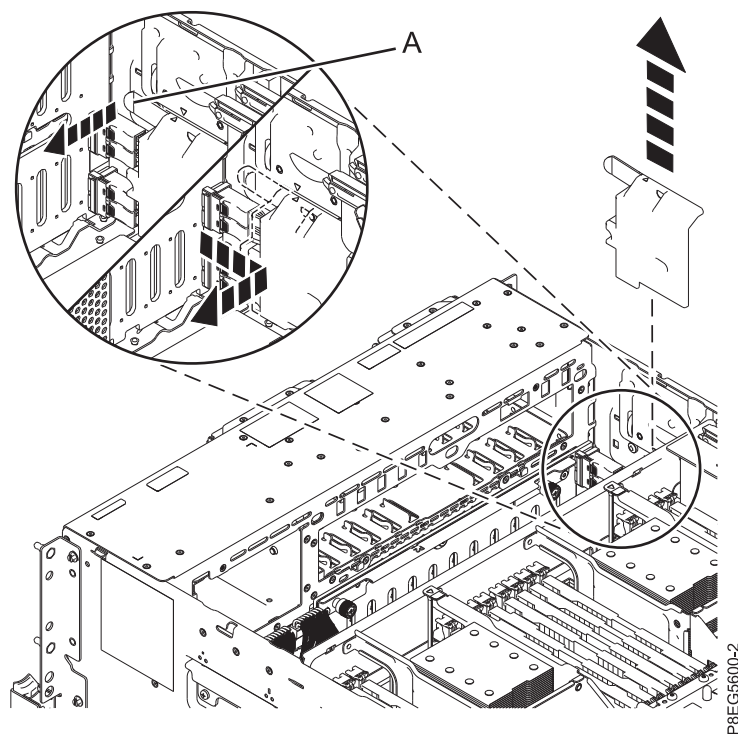

図 11. SAS ケーブル・カバーの取り外し
3. シャーシの側面から SAS ケーブル・カバーを取り外します。図に示すように、ハンドル **(A)** をつまんでシステムの側面から引き離し、さらにカバーを後部方向にスライドさせて取り外します。図 11 を参照してください。